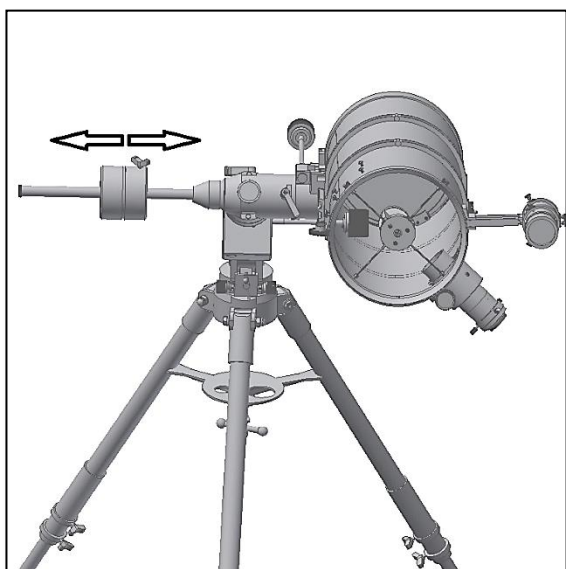

Figura 19. Bilanciamento dell'asse di ascensione retta.
3.2. Bilanciamento del tubo ottico (OTA). Per ridurre l'usura del sistema di ingranaggio a vite senza fine, è importante bilanciare la montatura. Il bilanciamento è importantissimo e deve essere eseguito ad ogni sessione osservativa. Iniziare a bilanciare l'asse di ascensione retta (figura 19). Disporre l'asta del contrappeso nella posizione orizzontale di declinazione. Allentare delicatamente la frizione dell'ascensione retta. La frizione della declinazione deve essere bloccata. Se il tubo del telescopio o il contrappeso sono inclinati su un lato, significa che l'asse dell'ascensione retta non è equilibrato. Spostare il contrappeso lungo l'asta del contrappeso, fino a quando risulta bilanciato (non pende da nessuna parte). Ora potete posizionare l'asta del contrappeso in posizione eretta e bloccare la frizione dell'ascensione retta. Procedere ora allo stesso modo con il tubo del telescopio. Mantenere l'asta del contrappeso in posizione orizzontale e allentare delicatamente la frizione della declinazione. Osservare da quale lato pende il tubo (in avanti o all'indietro?). Allentare entrambe le manopole del tubo (sugli anelli del tubo), in modo che il tubo ottico possa scivolare facilmente. Fare